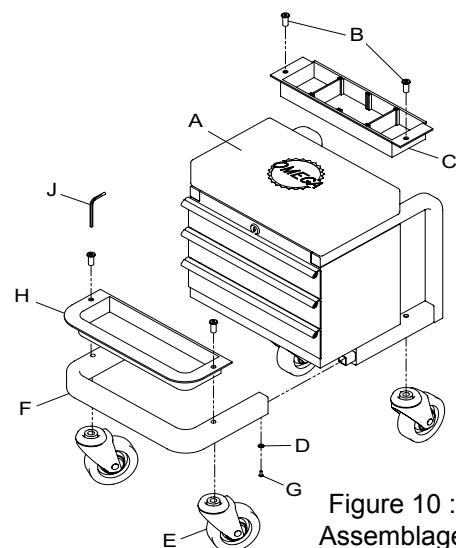

Figure 10 :
Avant d'assembler le produit, assurez-vous d'avoir toutes les pièces. Comparez les pièces que vous avez sous la main avec la liste du contenu de l'emballage et l'illustration de la figure 10. Si une pièce est endommagée ou manquante, n'assemblez pas, n'installez pas et n'utilisez pas le produit. Communiquez avec le service à la clientèle pour obtenir des pièces de rechange.
INSTRUCTIONS D'ASSEMBLAGE (voir figure 10)
1. Assemblez les sections du cadre en insérant la section avant (F) dans les profilés de la section de la boîte à outils (A). Alignez les trous des vis et les vis à tête en étoile (G) équipées de rondelles (D) dans les trous correspondants des profilés. Ne serrez pas encore les vis.
2. Assemblez une roulette (E) et un plateau à outil (C ou H) simultanément. Placez une tige de roulette dans le trou situé sous le cadre tel qu'illustré à la figure 10. Placez le plateau à outils sur le cadre en alignant les trous du cadre avec ceux du plateau. Insérez la fixation de la roulette dans le montant de la roulette pivotante.
INSTRUCTIONS D'UTILISATION (reportez-vous à la figure 10)